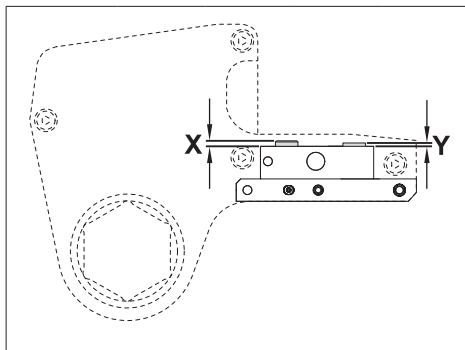

Abb. 21
- Überprüfen Sie, ob die Höhe des Haltestifts der Antriebseinheit (K10) und des Ausfallsicherungsstifts (K11) korrekt ist. Siehe Abbildung 21, Abmessungen „X“ und „Y“.